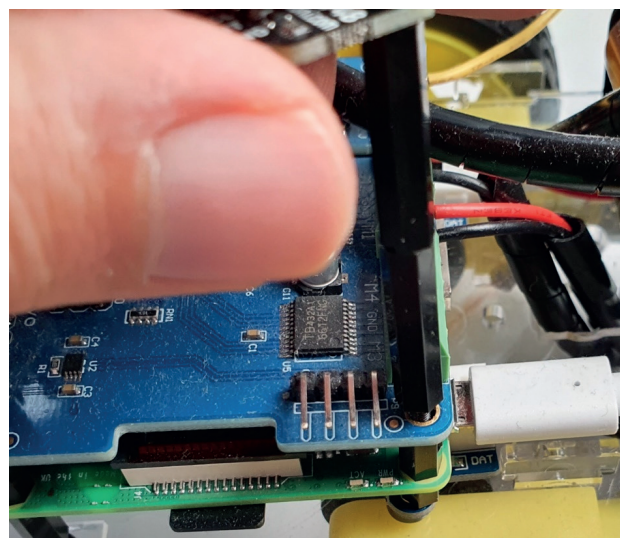

Рис. 12.8. Установка стойки IMU на Raspberry Pi
3. На рис. 12.8 показана стойка с IMU, ввинченная в резьбу стойки, торчащей из платы двигателя. Слева в задней части платы двигателя, о которой мы говорили в главе 6, есть разъем I2C. Мы можем разместить стойку IMU ближе к этому разъему.